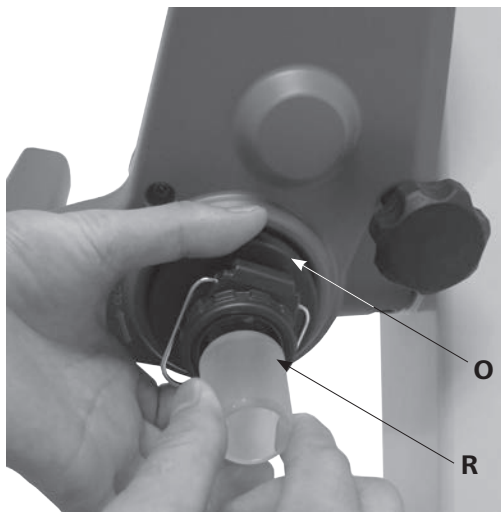

Fig.14b
- 그런 다음, 잠금 장치 (O)를 시계 방향으로 60° 돌려서 잠급니다.(Fig. 14b)